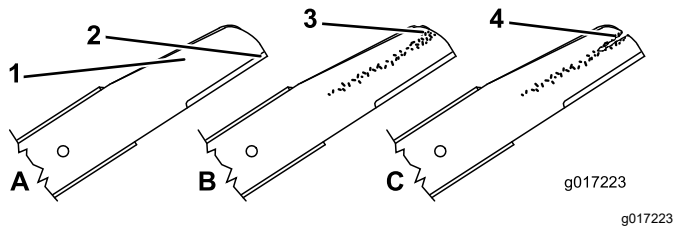

Figura 34
1. Inspeccione los filos de corte (**Figura 34**). Si los filos de corte no están afilados o tienen muescas, retire las cuchillas y haga que las afilen o cámbielas.
2. Inspeccione las cuchillas, especialmente la parte curva (**Figura 34**). Si observa cualquier daño o desgaste, o la formación de una ranura en esta zona, reemplace las cuchillas de inmediato por cuchillas nuevas.